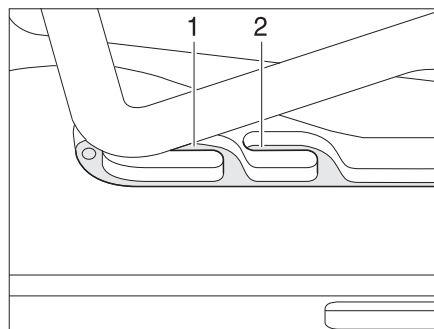
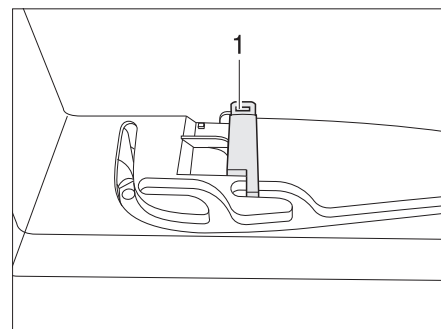

Fig. 87 Claraboya Heki en posición de ventilación
Fig. 88 Bloqueo de la posición de ventilación
La claraboya Heki se puede colocar en dos posiciones de ventilación: Posición de mal tiempo (Fig. 87,1) y posición mediana (Fig. 87,2). Según el modelo, la claraboya podrá ser bloqueada en la posición mediana con el pestillo (Fig. 88,1).
- Presionar el estribo ligeramente hacia arriba y empujarlo en la guía seleccionada (Fig. 87,1 ó 2) y, si fuera necesario, bloquearlo.